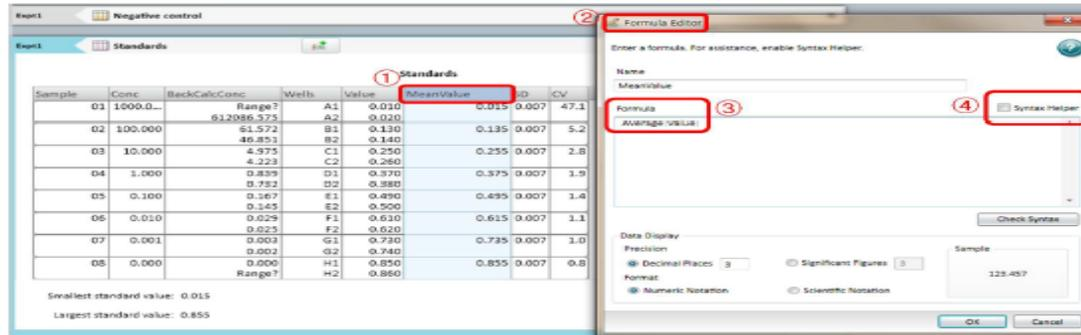

Figure 10. Formula window
24. Fig. 9에 나타난 각각의 group의 raw data를 확인하고 싶으시면 각각의 group을 선택하신 후 아래 그림 (Fig. 10)과 같이 쉽게 확인하실 수 있으며, 원하시는 통계방법을 모두 적용하실 수 있는 Formula setting이 가능합니다.